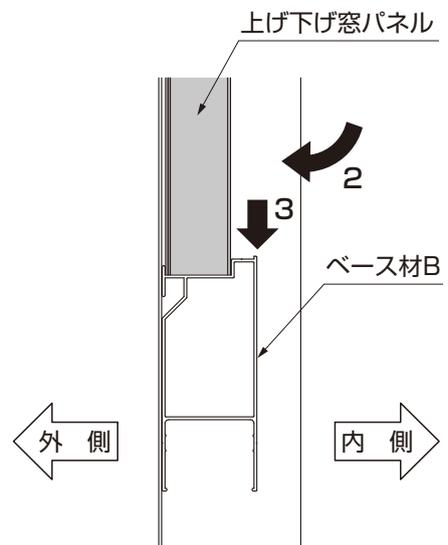

図4-2
- 上げ下げ窓を、ベース材Bに乗せるように落とし込んでください。(図4-2参照)
- 上レール(戸袋用)を、吊元枠に突き当てて(※3)から固定してください。(図4-2参照)
- 上レールAを上レール(戸袋用)に突き当てて(※4)から固定してください。(図4-2参照)